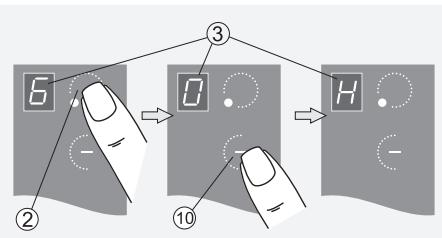

Рис.10
1. Работающую конфорку перевести касанием зоны ② в режим управления (рис. 10).
- В окне ③ будет светиться буква «Н», указывающая, что конфорка еще горячая.